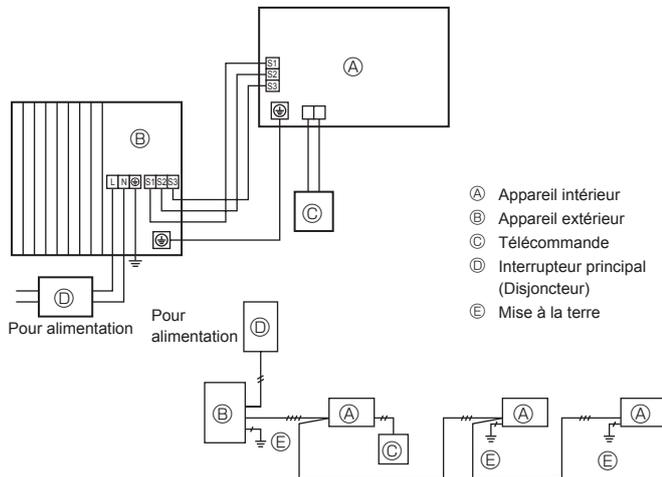
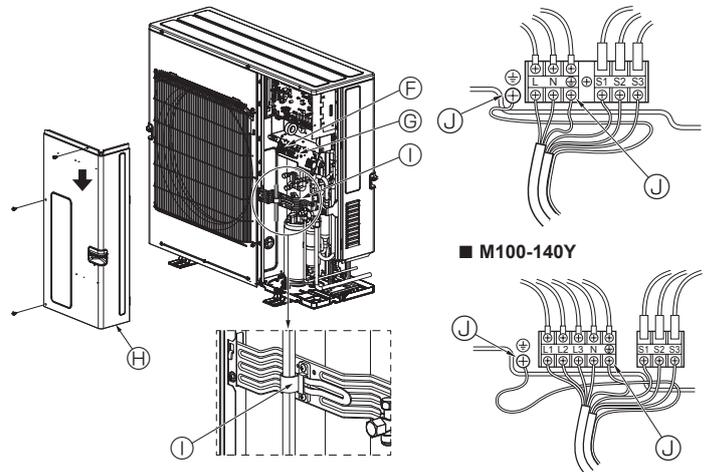

Fig. 6-1
Fig. 6-2
6.1. Appareil extérieur (Fig. 6-1, Fig. 6-2)
- ① Retirer le panneau de service.
- ② Effectuer le câblage conformément aux Fig. 6-1 et 6-2.